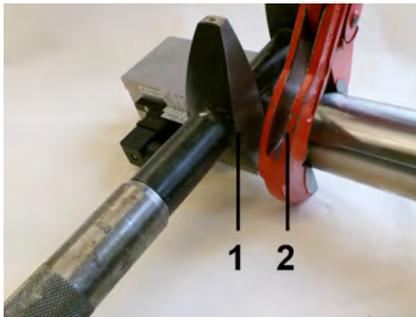

Abb. 11: Gerät einschrauben
2. ➤ Mit passender Rohrzange (Abb. 11/2) die Rohrleitung eindrehen. Dabei den Gerätekörper mit einem passenden Maulschlüssel (Abb. 11/1) gegenhalten